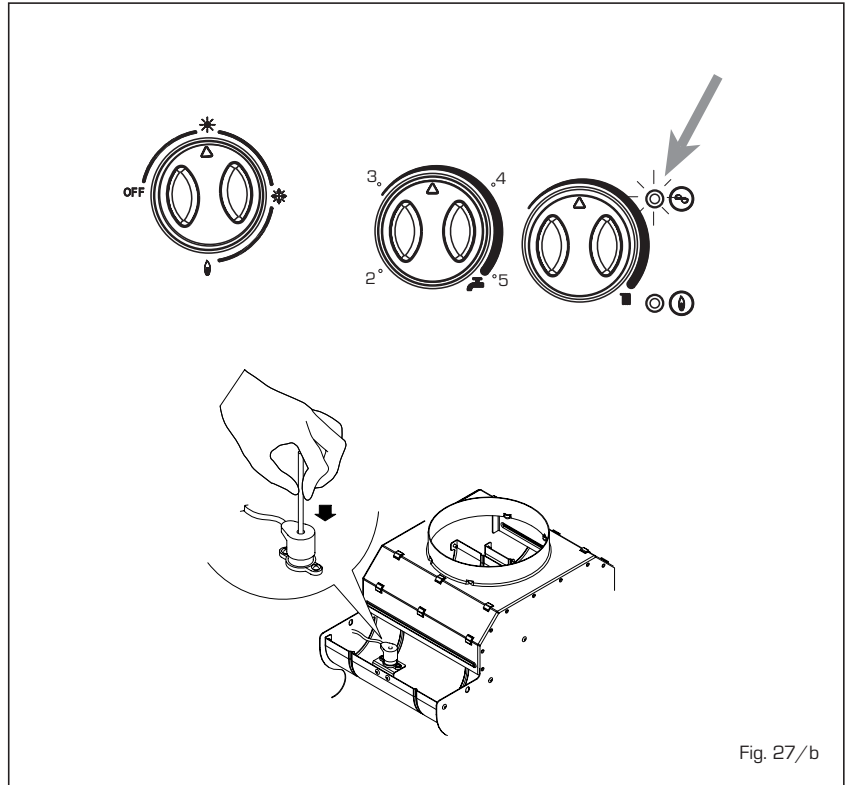

Fig. 27/b
- En el caso que se encienda la luz indicadora anaranjada intermitente (insuficiente presión de agua), restablezca el funcionamiento a través del grifo de carga (fig. 27/a). Si nuevamente se verifica el encendido de la luz indicadora, desactive la caldera y requiera la intervención del Servicio Técnico Autorizado.